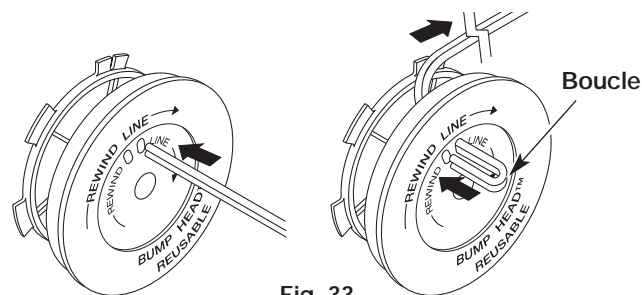

Fig. 33
- Découpez environ 3,65 m (12 pi) de fil neuf. Insérez une extrémité de fil dans l'un des deux trous du moulinet intérieur (Fig. 33). Tirez le fil jusqu'à ne laisser que 10 cm (4 po) environ.
- Insérez l'extrémité du fil dans le trou ouvert du moulinet et tirez sur le fil pour que la boucle soit le plus petit possible (Fig. 33).